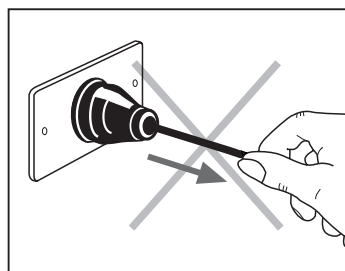

Fig. 2
- Ne pas tirer sur le cordon d'alimentation ou sur l'appareil pour retirer la fiche de la prise (Fig. 2).